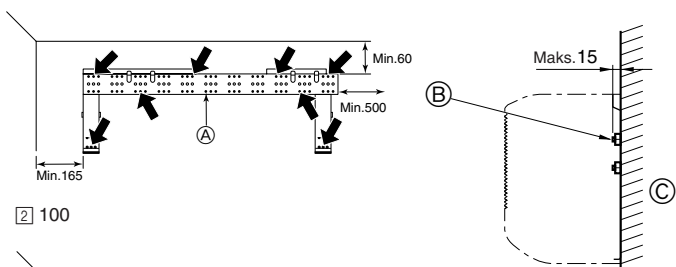

Fig. 3-5
- ▶ Fastgør vægmonteringsbeslaget via dets huller i midterrækken, der er 12 mm i diameter, idet der anvendes lokalt indkøbte bolte (gennemgående bolte, ankerbolt og ankermøtrik) med M10 eller W3/8 gevind. Boltspidsen må ikke rage mere end 15 mm ud fra vægoverfladen. (Fig. 3-5)